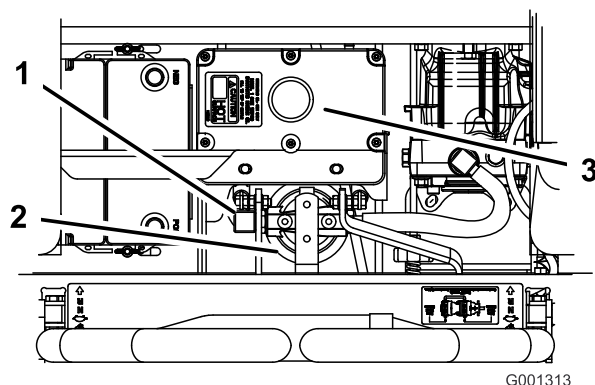

Figura 70
4. Togliete il tubo idraulico destro che entra nell'adattatore (Figura 70).
6. Montate il tubo idraulico destro nell'adattatore (Figura 70).